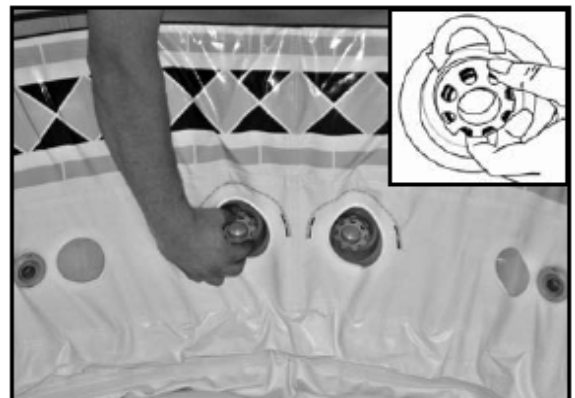

Fig 11
- 12 フィルターポンプの吸水口及び排水口のノズル部分を時計と逆回りに回して確認して下さい。(Fig 11)